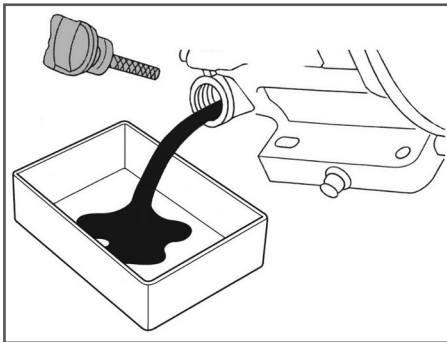

Рис. 24 Замена моторного масла
- (1) Техническое обслуживание должно осуществляться более часто, при работе в пыльных условиях.
(2) Данный вид работ необходимо выполнять в авторизованном сервисном центре.
6. Подставьте под маслозаливную горловину ёмкость для масла, после чего с помощником наклоните виброплиту с помощью рабочих рукояток в сторону задней маслозаливной горловины двигателя и слейте отработанное масло через маслозаливную горловину в подготовленную для этого ёмкость (Рис. 24).